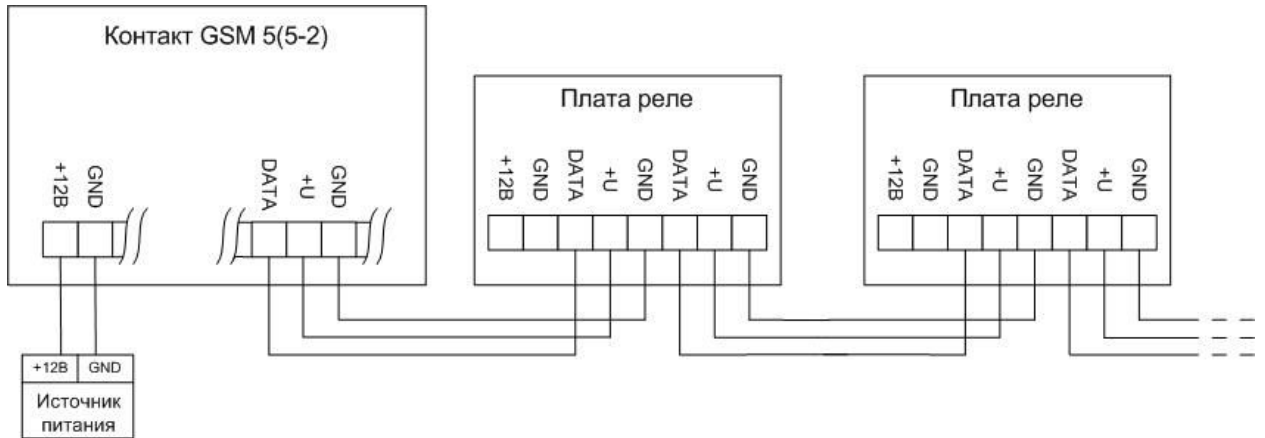
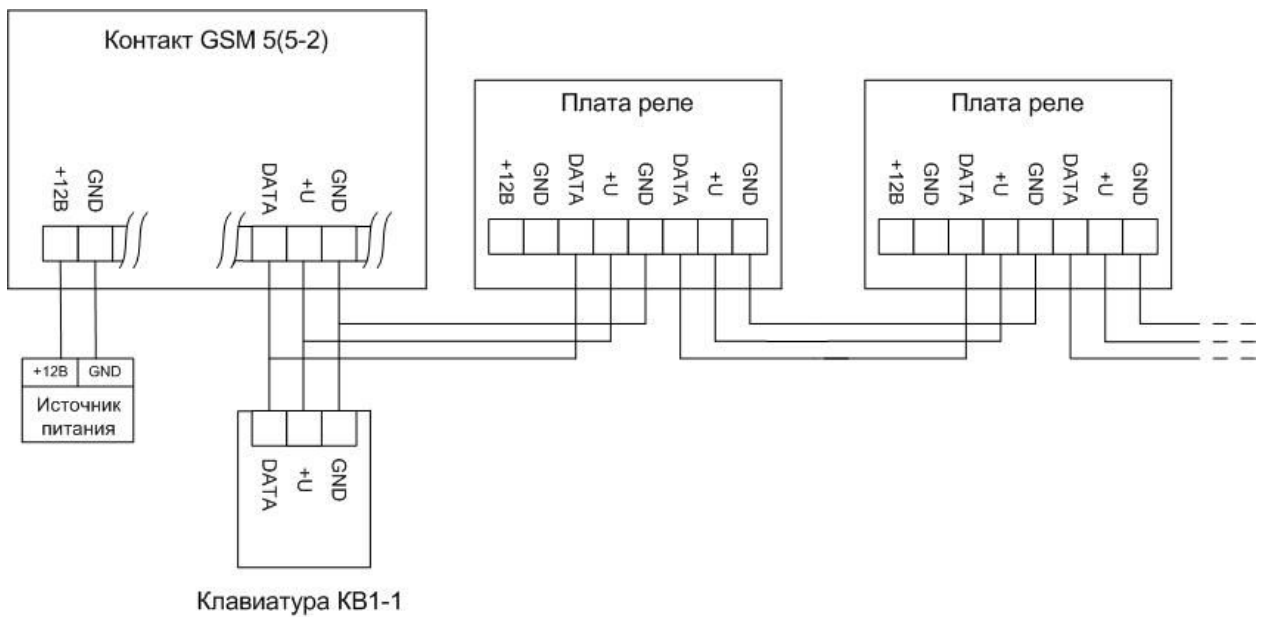
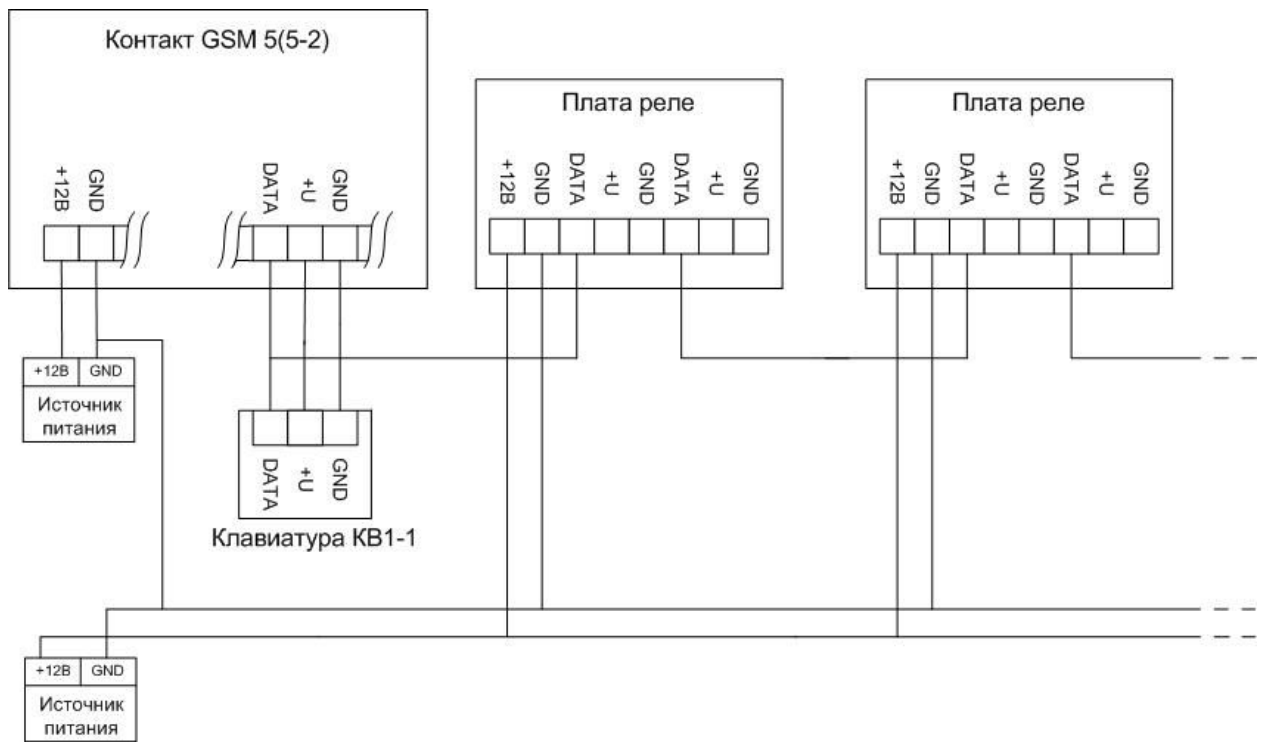

рис.2.1
рис.2.2
рис.2.3
XT7, XT6 – шина данных. Клеммы DATA, GND и +U этих разъёмов попарно соединены между собой и представляют сквозную петлю шины данных. Подключение можно производить в любой из этих разъёмов см. *рис.2.1*
- подключите все устройства, как показано на рис.2.1, 2.2 или 2.3
При использовании схем подключения, приведённых на рис.2.1 и рис.2.2, следует учитывать, что максимальный ток нагрузки выхода +U контрольной панели Контакт GSM5(5-2) равен 0,5А. При необходимости используйте дополнительный источник питания (рис.2.3)